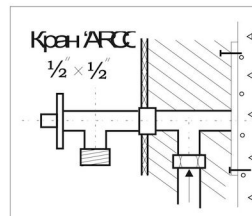

Рис.2.
- ✓ Устанавливаются угловые краны (например «ARCO») если коллектор не имеет собственных вентилях Рис.2.